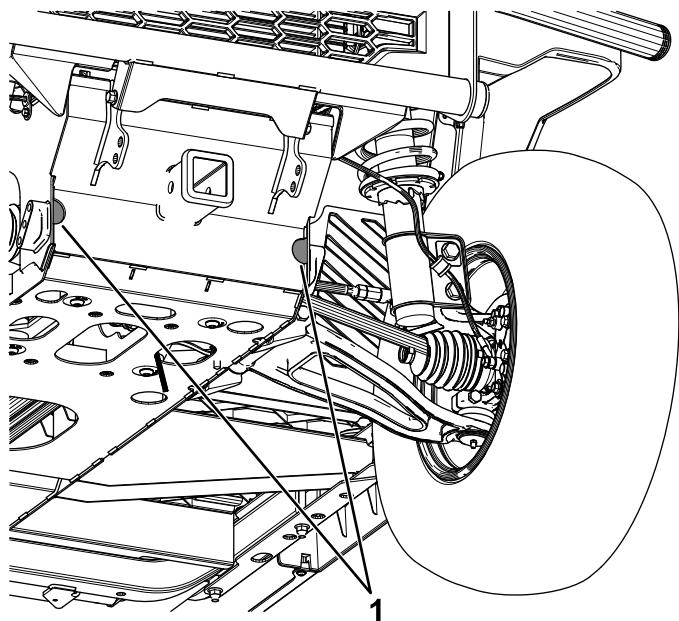
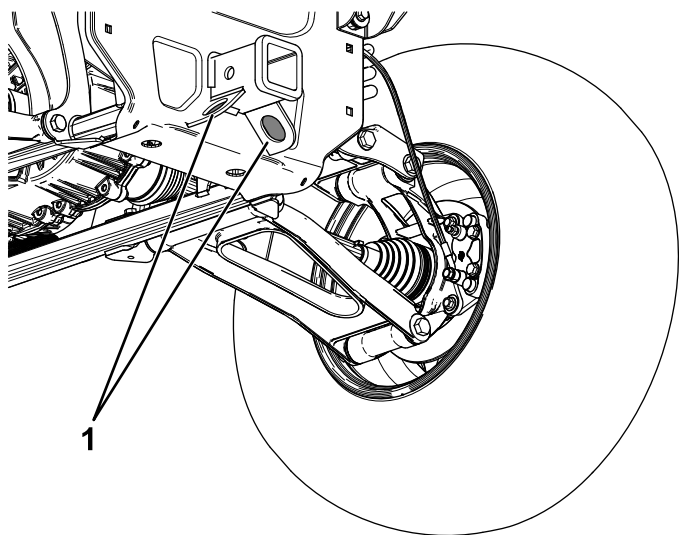

Figura 74
Figura 75
Consulte en Figura 74 y Figura 75 la ubicación de los puntos de amarre de la máquina.
1. Conecte un cable de remolque al punto de remolque, en la parte delantera del bastidor de la máquina (Figura 74).